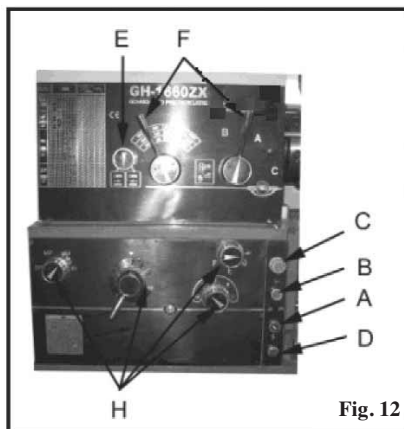

Fig. 12
**Til/frakobling av kjøling:** (A, fig. 12) Starter og stenger av kjølepumpen.
**Lampe for strømtilførsel:** (D, fig. 12) Lyser når dreiebenken er på.
**Nødstop:** (C, fig. 12) Stenger av alle funksjoner på maskinen. (Observer: Dreiebenken får allikevel fortsatt strøm). Vri medurs for å tilbake stille.
**Startknapp:** (B, fig. 12) Trykk inn og slipp den igjen for å starte spindel-delen.
2. **Spindeldokkens byttespaker:** (F, Fig. 12) Plassert opp på spindeldokkens framside. Flytte spakene mot venstre, eller høyre, for å stille inn ønsket spindel-hastighet.
3. **Retningsspak lederskrue/matespindel:** (E, fig. 12) Sitter på spindel-dokkens framside, nede til venstre. Materretningen endres med spaken. (Observer: Endre ikke spakens innstilling når maskinen går.)
4. **Matervelgerspåk:** (H, fig. 12) Sitter på spindeldokkens framside. Brukes for å øke gjengeskjærings- og materhastigheten.